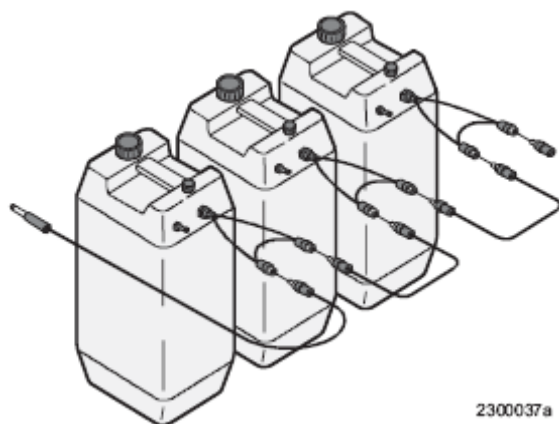

图 4 液位传感器的连接
4. 如果使用桶内有液位检测器，请按图 4 连接各贮液桶。只有这样连接，检测器才能给出有效警告，最后一个接头必须连接在终端插头上。